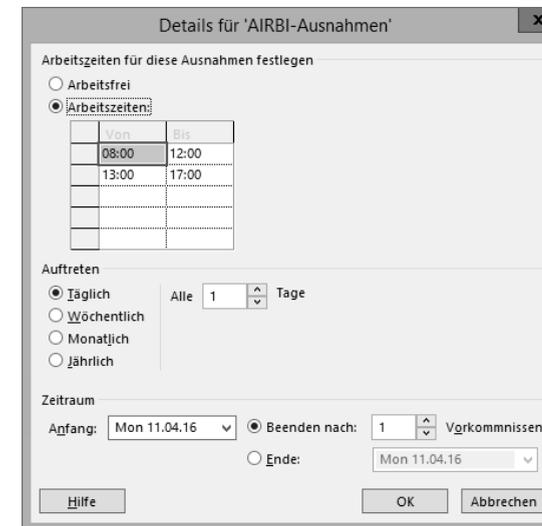

Abbildung 6.10 Arbeits- und freie Zeiten detailliert anzeigen
- Klicken Sie nun rechts von der Tabelle auf die Schaltfläche **DETAILS**. Sie erhalten den in Abbildung 6.10 dargestellten Dialog.